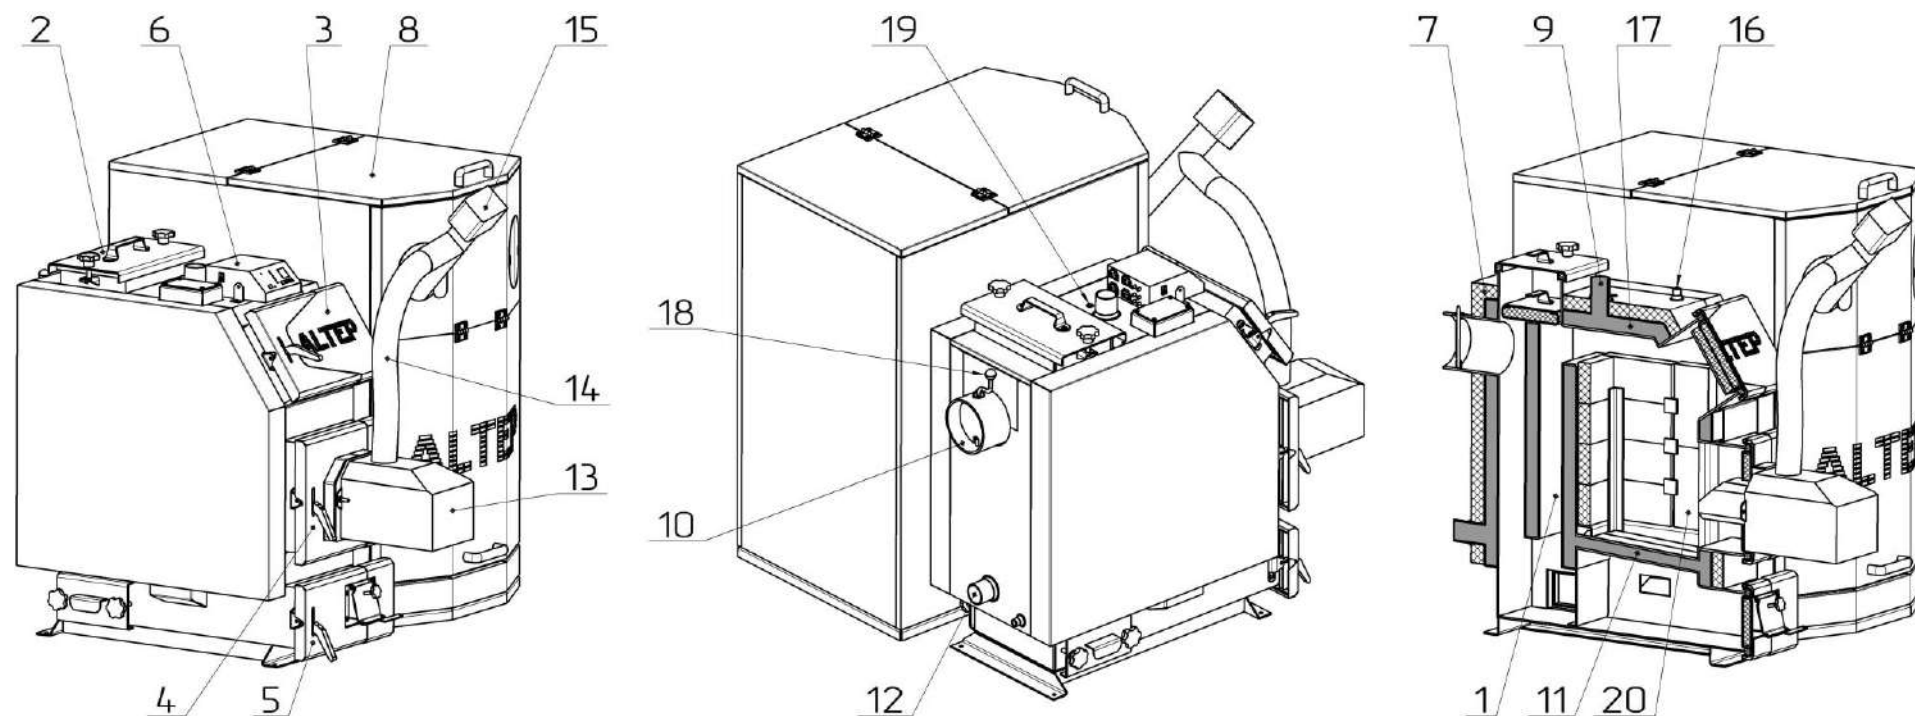

Рисунок 2 – Внешний вид и основные элементы котла типа КТ-3Е-РГ
Корпусом котла (поз. 1, рис. 2) является параллелепипед с двойными стенками, разделенными водными перегородками (поз. 17, рис. 2). Топочная камера расположена перед двухходовым теплообменником.
- шнекового (винтового) механизма подачи топлива, который приводится в движение мотор-редуктором (поз. 15, рис. 2);
- автоматической пеллетной горелки (поз. 13, рис. 2);
- электронного контроллера температуры (поз. 6, рис. 2).
Топливо для процесса сжигания подается автоматически из расположенного возле котла бункера для топлива (поз. 8, рис. 2) с помощью винтового (шнекового) механизма подачи. Шнековый механизм соединяется с горелкой гибким гофрированным рукавом (поз. 14, рис. 2), который изготовлен из легкоплавкого материала. Сгорание топлива (пеллеты) происходит в камере сгорания горелки на подвижном колоснике, который изготовлен из жаропрочной стали. Камера сгорания горелки выполнена из огнестойкой керамики.
Обслуживание котла заключается в периодическом добавлении топлива в бункер (поз. 8, рис. 2) и устранении золы из нижней части корпуса котла без необходимости погашения котла. После розжига котел не требует постоянного присутствия обслуживающего персонала в помещении, где он смонтирован. Эксплуатация котла может происходить непрерывно в течение всего отопительного сезона. Котел может также работать после отопительного сезона в системе с бойлером для горячего водоснабжения.
Дымовые газы выходят в дымоход через боров (поз. 10, рис. 2), расположенный в задней части котла. Боров оснащен встроенным дроссельным клапаном продуктов сгорания – шибером (поз. 18, рис. 2). В случае слишком высокой тяги в дымоходе шибер дает возможность снизить ее путем частичного перекрытия выходного отверстия борова
- дверцы топки (поз. 3, рис. 2);
- дверцы горелки (поз. 4, рис. 2);
- дверцы зольника (поз. 5, рис. 2).
- патрубок прямой сетевой воды (поз. 9, рис. 2);
- штуцер для установки предохранительного клапана (поз. 16, рис. 2);
- гильза для датчика температуры котла (поз. 19, рис. 2);
- дверцы для периодического обслуживания (чистки) конвекционной части котла (поз. 2, рис. 2).
В нижней части, на задней стенке, – патрубок обратной воды (поз. 12, рис. 2) и сливной патрубок.
Корпус котла обложен теплоизоляционным материалом – минватой (поз. 7, рис. 2).
Для обеспечения возможности работы котла в режиме ручной загрузки топлива в топку (например, дров), в нижней части топки размещена колосниковая решетка (поз. 11, рис. 2). Кроме того, на верхней стенке корпуса котла предусмотрено посадочное место для монтажа вентилятора (закрытое заглушкой), который будет нагнетать воздух в камеру сгорания (управление вентилятором осуществляется контроллером автоматически).
Для стабилизации процесса сгорания топлива, возможно, как опция, заказать модификацию котла с установленными керамическими катализаторами (поз. 20, рис. 2).